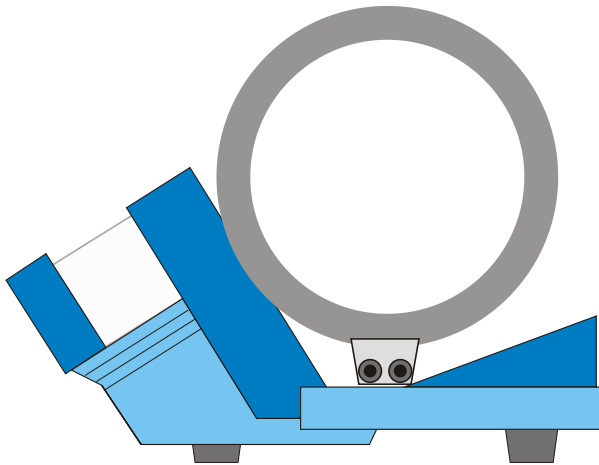

Fig. 1 Montagem das bobinas para campo transversal
- Em caso de geometria de Helmholtz  $d = r$  a borda externa do pé da bobina converge com as linhas tracejadas (ver fig. 1).